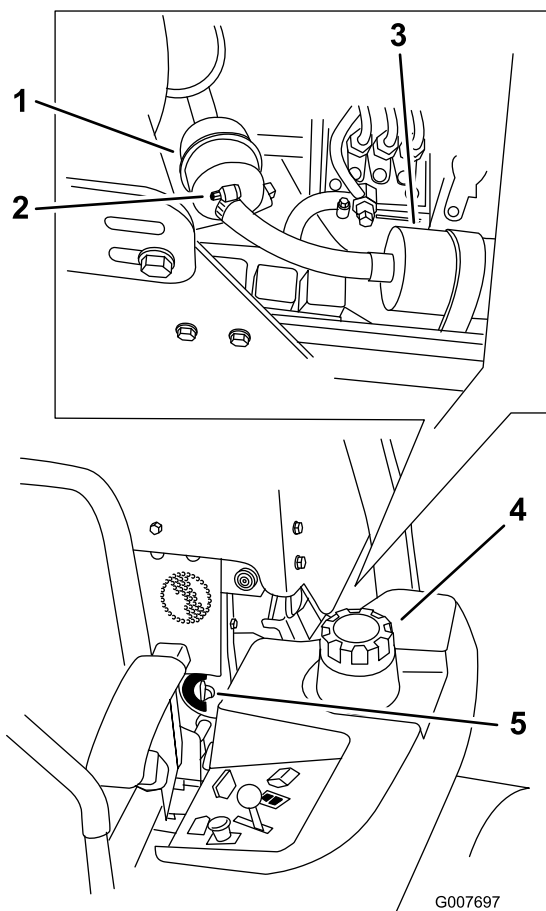

Figura 66
4. Chiudete la valvola di intercettazione del carburante (Figura 66).
5. Allentate le 2 fascette stringitubo e scollegate i tubi del carburante dal filtro carburante (Figura 66).
6. Montate un nuovo filtro. Collegare i tubi del carburante al filtro carburante e montate le 2 fascette stringitubo (Figura 66).